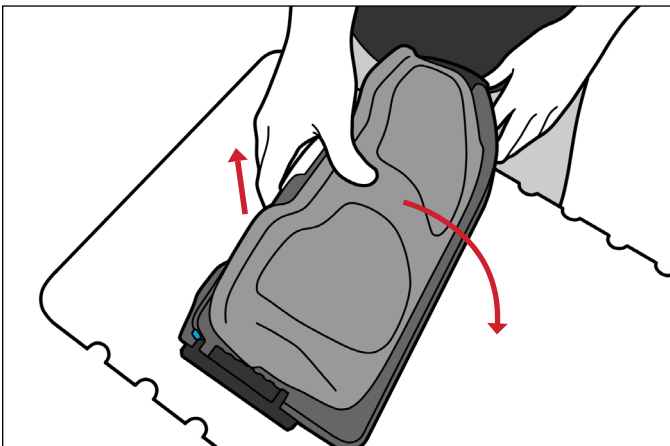

Fig. 15
2. Ajuste el ángulo del soporte de pies apretando el gatillo blanco de la parte posterior de la zona de los pies e inclinándolo hasta el ángulo deseado. (Fig. 15)